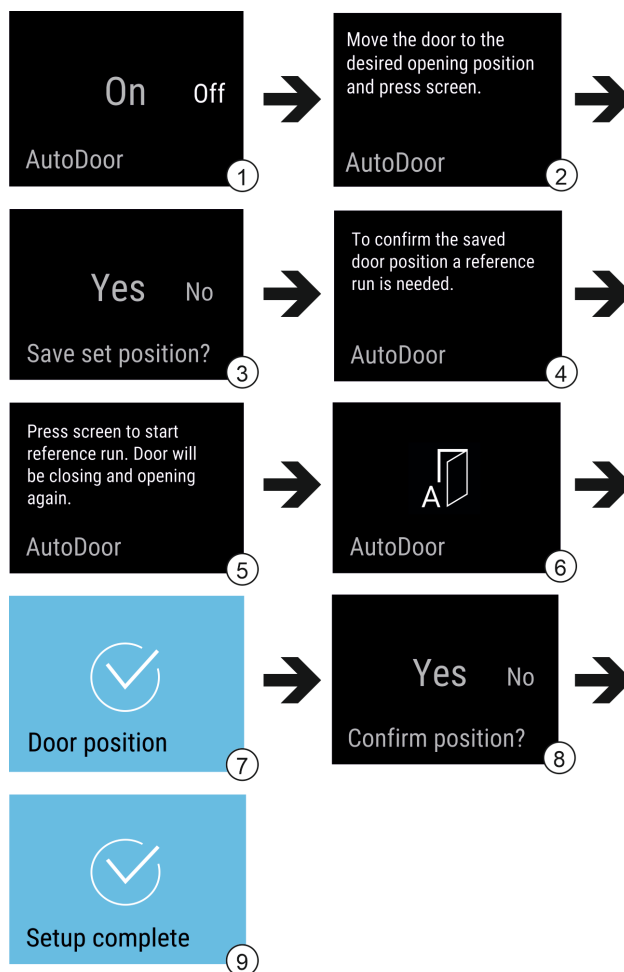

Fig. 13 Ilustración de ejemplo de las pantallas en inglés
- ▶ Activar la función AutoDoor: Activar en On. Fig. 13 (1)
- ▶ Pulsar la pantalla durante 3 segundos. Fig. 13 (1)
- ▶ Configurar el ángulo de apertura de la puerta: Abra la puerta al menos 70°. Fig. 13 (2)
- ▶ Confirmar el ángulo de apertura de la puerta: Toque el mensaje que aparece en la pantalla. Fig. 13 (3)
- ▶ Iniciar el recorrido de referencia: Toque la pantalla. Fig. 13 (5)
- ▷ La pantalla parpadea. Fig. 13 (6)
- ▷ El recorrido de referencia se ha realizado correctamente: La pantalla está azul durante 2 segundos. Fig. 13 (7)
- ▶ Confirmar el ángulo de apertura de la puerta. Fig. 13 (8)
- ▷ La pantalla está azul. Fig. 13 (9)